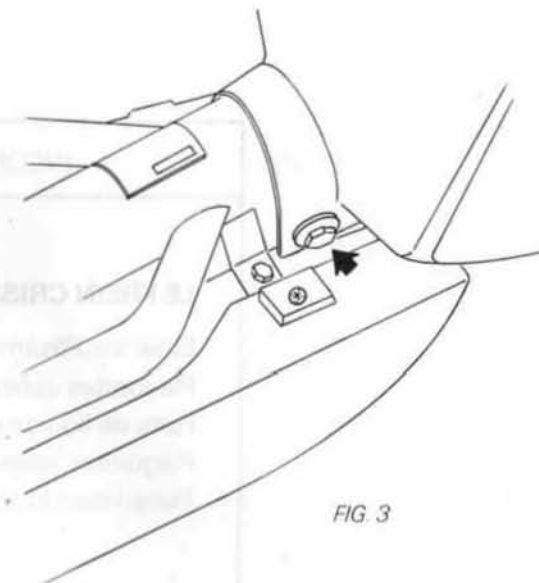

FIG. 3
- Dévisser les vis de fixation (clé de 11 mm, fig. 3).